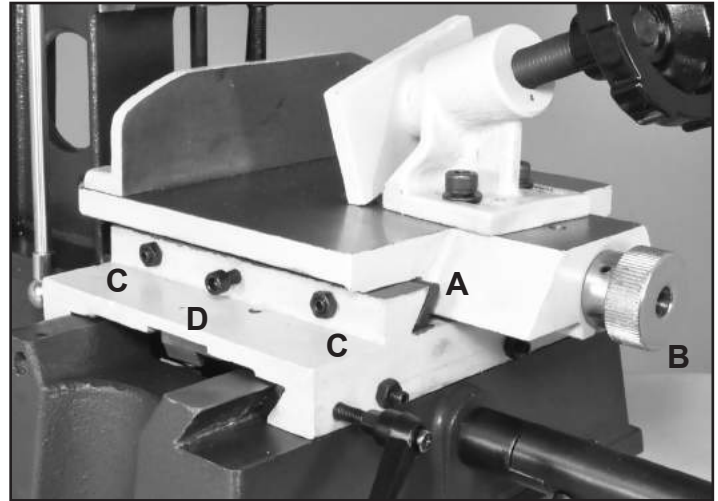

FIG. 12
Le plateau du dessus (#42) qui retient votre pièce de travail en place, s'ajuste vers l'avant ou l'arrière sur des passages en queue d'aronde, FIG. 12, A. Le mouvement du plateau est contrôlé par le petit bouton moleté (#38) (B).
1. Pour serrer ou desserrer le mouvement du plateau, la pression sur les queues d'aronde peut être ajustée avec deux vis et écrous (# 54, 53). FIG. 12, C. Ceux-ci mettent de la pression sur la Plaque de dérive (#55) qui repose contre les queues d'aronde du plateau.
2. Pour fixer le plateau dans une position particulière pour qu'il ne bouge plus, la Vis à tête hexagonale (#64) (D) peut être vissée vers le bas. Ceci est recommandé durant le forage répété des mortaises sur plusieurs pièces de travail.